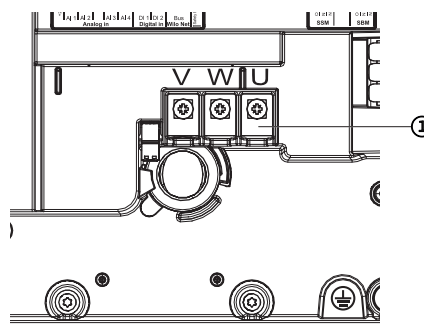

Fig. 115: Mootori ühendusklemmid V, W, U
- Ühendage mootori ühenduskaabel lahti (Fig. 115).